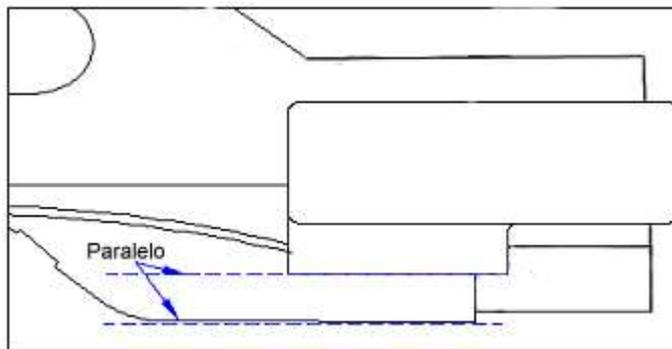

Figura 9 - Posicionamento no sinalizador
F) Antes de apertar as porcas do alongador, alinhe-os no sinalizador colocando cada aresta do pé da base de apoio paralelamente à aresta externa do sinalizador, como mostrado na figura 9 abaixo. Após o posicionamento correto, aplique um torque na porca Auto-Travante de 10Nm para a sua fixação. Após a conclusão deste passo, volte o sinalizador a sua posição original (com a cúpula para cima). Ao realizar este procedimento, tome cuidado para que não risque o teto do carro.